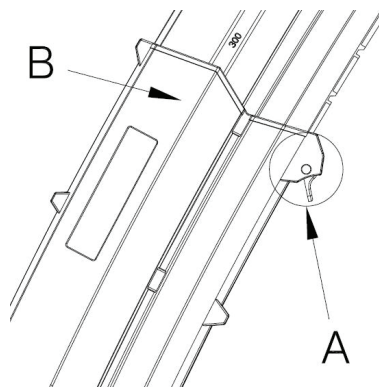

Fig. 7
Appuyez sur le bouton de réglage de la hauteur (A) et glissez le tube de souffleur/aspiration (B) à la longueur désirée. Il peut être prolongé jusqu'à une longueur de 81,3 cm (32 pi). Voir Fig. 7.